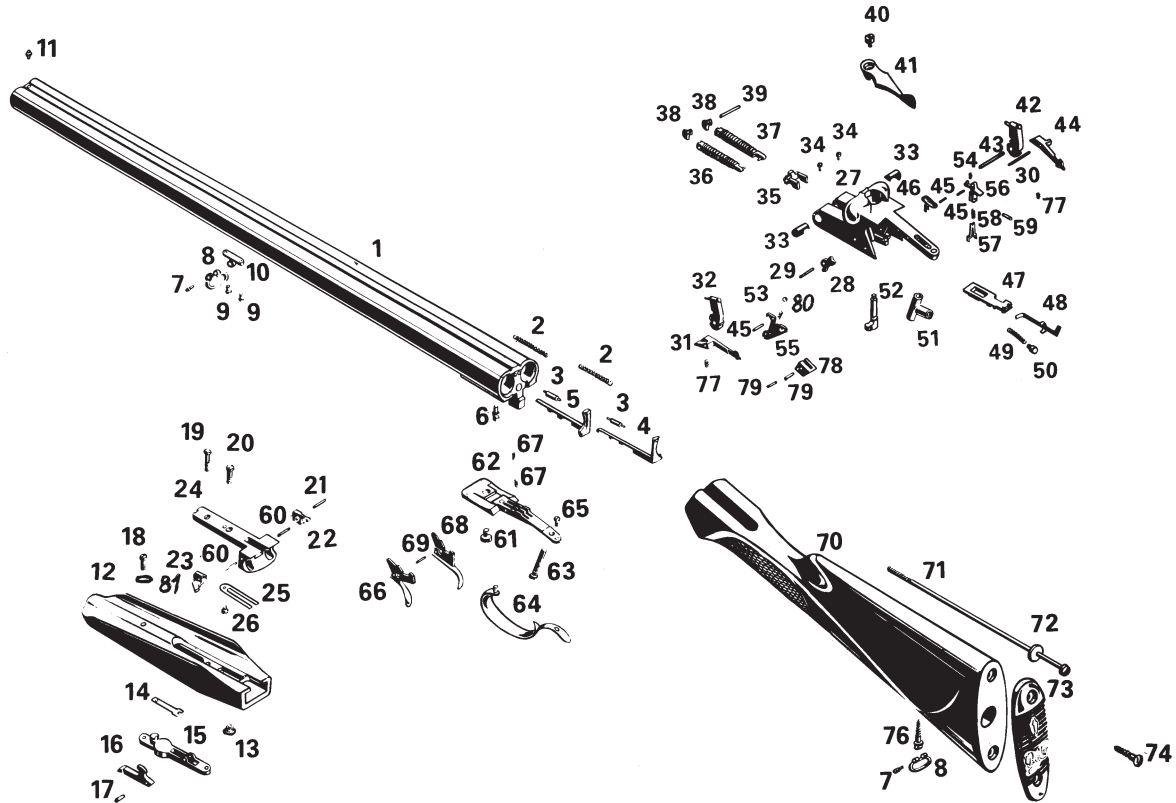

Рисунок 2 – Сборочные единицы и детали ружья ИЖ-43Е с универсальным спусковым механизмом
6.2.3 Полную разборку ружья следует производить только в случае необходимости в следующем порядке (см. рисунок 2):